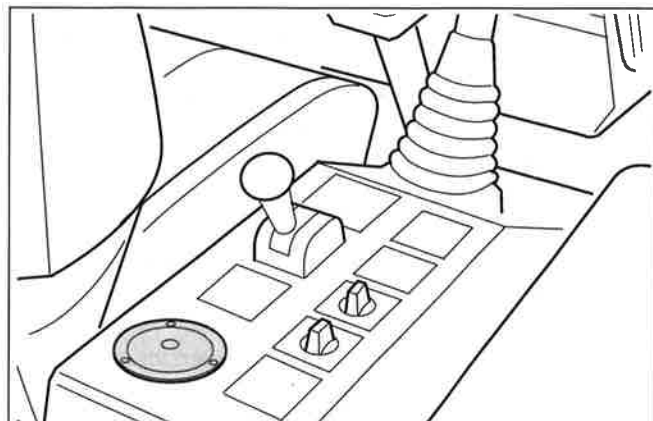

Abb. 45/I Libelle im Fahrerhaus zur Kontrolle der Fahrzeugneigung
- Fahrzeugneigung an der Libelle im Fahrerhaus kontrollieren (Abb. 45/I).